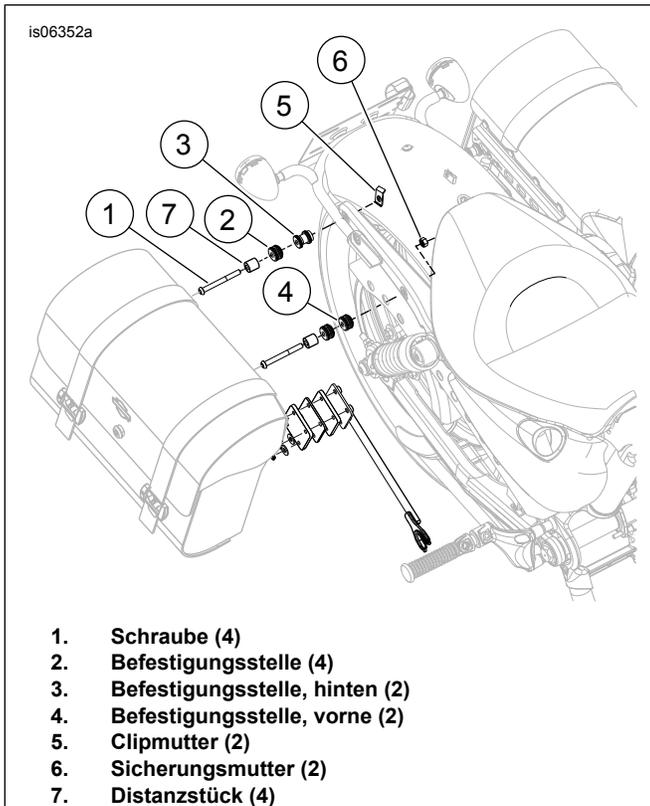

Abbildung 2. Anordnung der Befestigungsteile für die Befestigungspunkte
1. Siehe Abbildung 2. Eine Schraube (1), einen vorderen Befestigungspunkt (4), ein Distanzstück (7) und die zuvor entfernte Sicherungsmutter (6) bereitlegen. An einem Ende jedes Befestigungspunkts befindet sich ein Ring mit kleinerem Durchmesser. **Für Motorräder mit zusätzlichen abnehmbaren Sätzen:** Für Installationen vorne wie hinten Befestigungspunkte (2) an Stelle eines Distanzstücks (7) verwenden.
4. Ein Distanzstück (7), eine Schraube (1) und einen hinteren Befestigungspunkt (3) aus dem Satz nehmen sowie die zuvor entfernte Clipmutter (5) bereitlegen. An einem Ende jedes Befestigungspunkts befindet sich ein Ring mit kleinerem Durchmesser. **Für Motorräder mit zusätzlichen abnehmbaren Sätzen:** Für Installationen vorne wie hinten Befestigungspunkte (2) an Stelle eines Distanzstücks (7) verwenden.